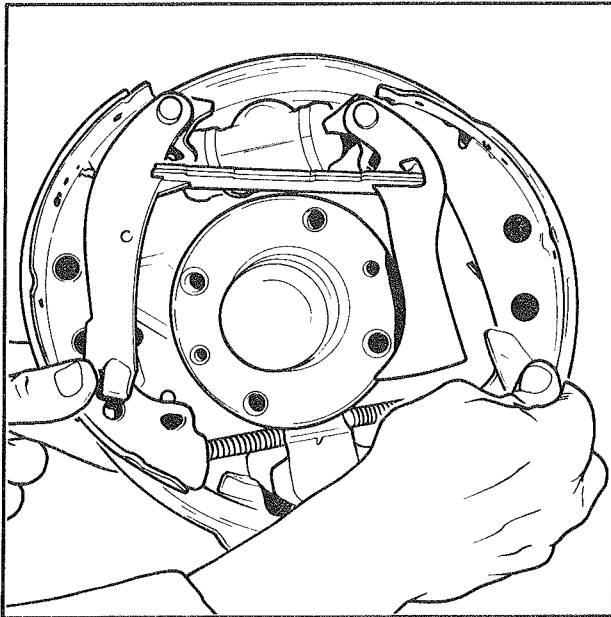

Fig. 5
- Déposer les segments de freins (fig. 5).